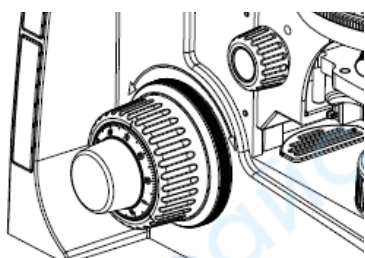

Рис.8
1. Регулировка натяжения ручки грубой фокусировки (рис. 8)